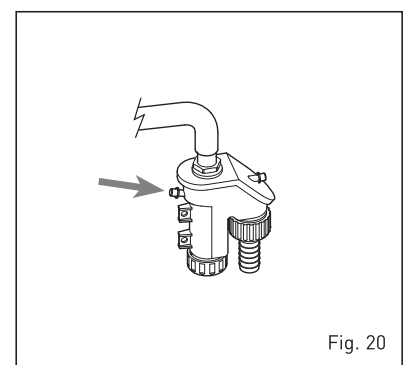

Fig. 20
4.5 MANUTENÇÃO (fig. 20)
Durante as operações de manutenção é necessário que o pessoal técnico autorizado controle se o recipiente de recolha com sifão está cheio de água (esta verificação é especialmente necessária quando o gerador fica parado por muito tempo). Esse enchimento é efectuado através do respectivo tampão (fig. 20).